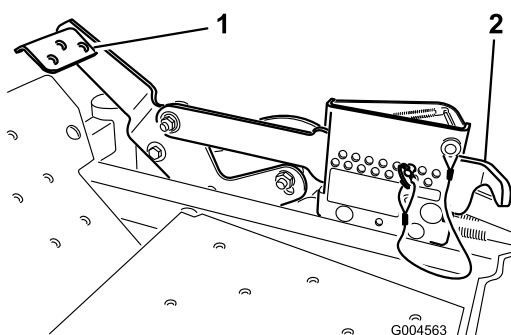

Figure 16
2. Appuyez sur ce levier tout en tirant sur le levier de sélection de hauteur de coupe (Figure 16).